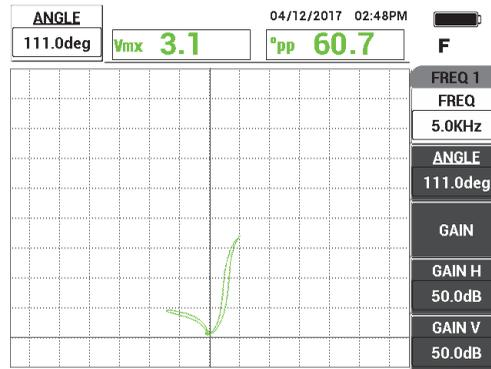

Figure 5-185 Réglage de la phase du signal
4. Appuyez sur la touche ANGLE (◁θ), et puis faites tourner le signal jusqu'à ce que le signal provenant de la rainure DI atteigne une phase approximative de 10° (voir la Figure 5-185 à la page 276).